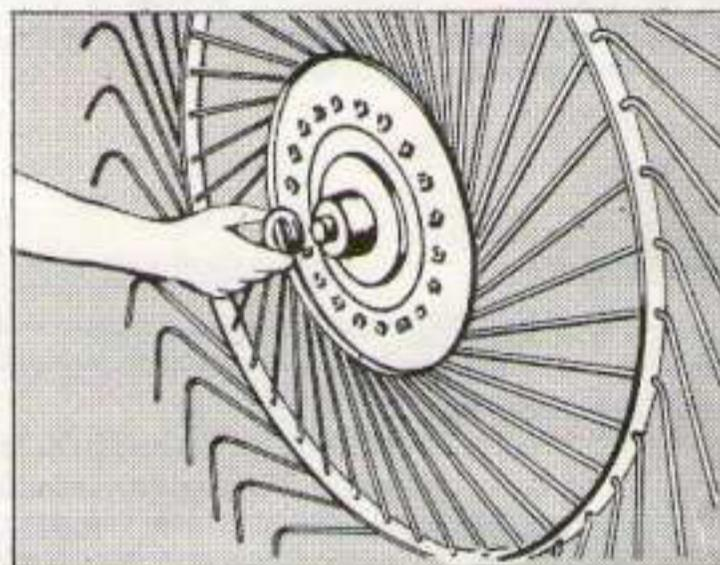

Fig. 7 - MISE EN PLACE DE LA RONDELLE ET DE LA GOUPILLE DE FIXATION
- 5°) - Remontez les moyeux sur leur axe en interposant, bien entendu, la rondelle à cran entre le moyeu et la goupille. Le jeu latéral qui doit être de 5/10° à 1 mm, est obtenu en plaçant la goupille fendue dans le cran de la rondelle qui permet le meilleur réglage. Fig. 7.